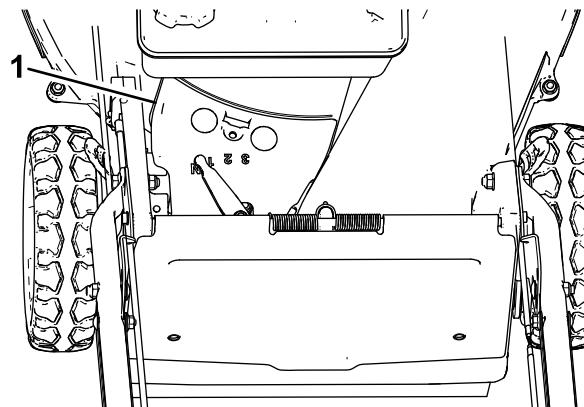

Bild 37
3. Nehmen Sie die Riemenabdeckung (Bild 37) vom Mähwerkgehäuse ab.